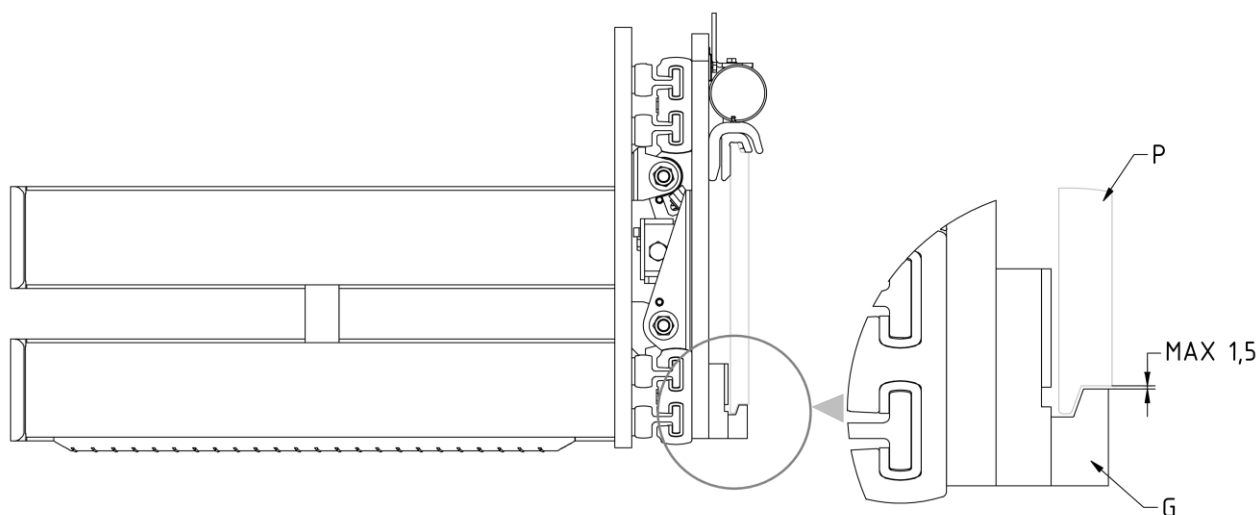

Figura 8
9. Riavvitare i 2 ganci inferiori G in modo che il corpo di questi rimanga agganciato anche inferiormente alla piastra porta forche P (con gioco max. 1,5mm, vedi dettaglio *Figura 8*), serrando con coppia di serraggio indicata nella *Tabella 4*.